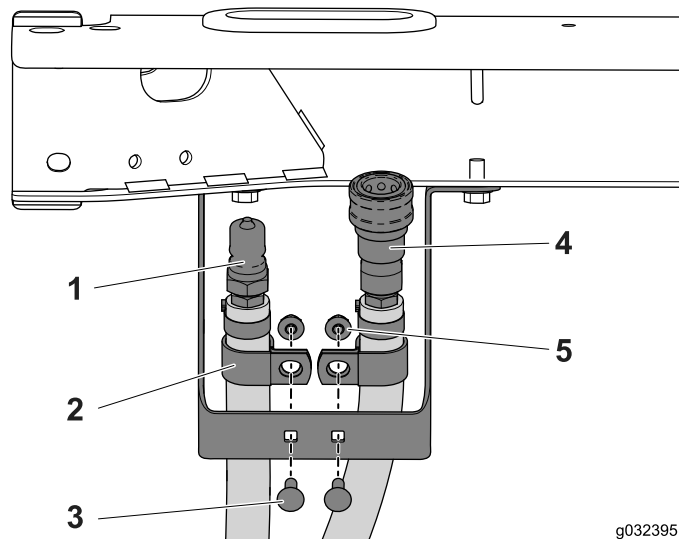

Figure 28
3. Placez un collier en R autour de chacun des flexibles (Figure 28).
4. Fixez le collier en R et le flexible sur le support à l'aide des 2 boulons de carrosserie (1/4 x 3/4 po) et écrous à embase (Figure 28).